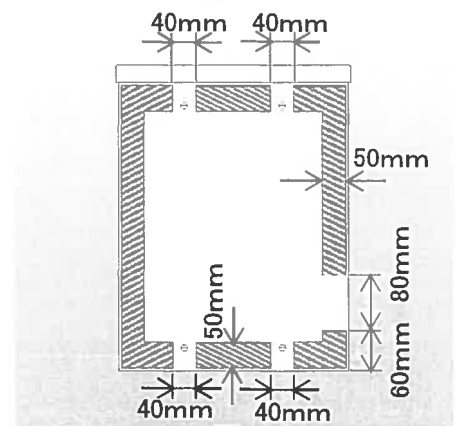
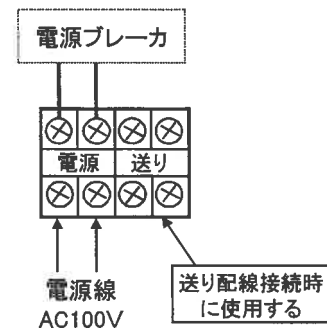

図3
図8
③ 入線(電源線)用の穴をボックスの背面に図3の斜線内に開けてください。
2-5. 電源線, 出力線の接続 <図8>・<図9>
- ① 図3の斜線内にあけた穴に電源線を必ずとおし、図8を参考に間違わないように接続してください。